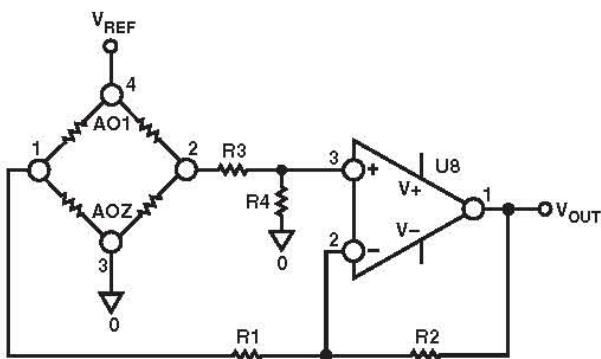
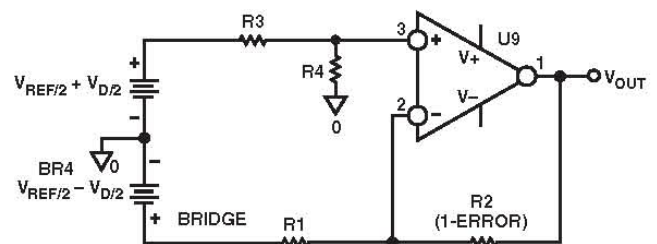
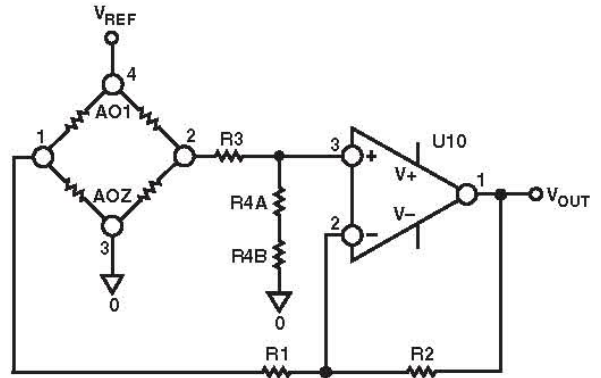

図 1.
図 2.
図 6.
センサー・ブリッジに接続する 1 個のアンプを使った一般的なディファレンス・アンプを図 1 に示します。
重ね合わせの原理を使うと、出力が 2 つの入力間の差の関数であることを示すことができます。図 1 に示す回路の伝達関数は次式で表されます。
前述のように、図 1 に示すこの回路の欠点の 1 つは CMRR が劣ることで、これは抵抗の不一致により発生します。これを調べるため、分かり易い回路を図 2 に示します。
このため、抵抗比誤差がゼロ(error=0)のとき、回路のCMRRは選択したアンプのCMRRに強く依存するようになります。図2のように抵抗誤差がゼロでないときは、回路のCMRRは次のように表すことができます。
- c. 図 1 に示す回路の CMRR を向上させるもう 1 つの方法は、図 6 に示すように機械的な調整用ポテンシオメータを使用する方法です。